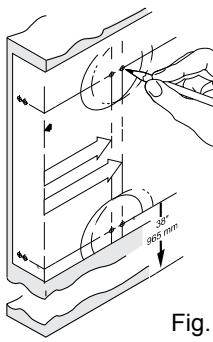
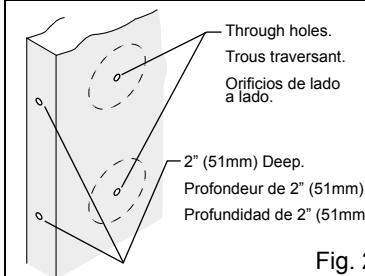

Fig. 1
Fig. 2
**A.** Follow steps 1 through 3 of template (see fig. 1). **B.** Drill 1/8" (3mm) diameter pilot holes where marked (see fig. 2). **C.** Drill the 2-1/8" (54mm) hole about halfway through door, then finish drilling from the other side to prevent splintering. **D.** Mark location for strike plate holes in door jamb, by closing door and pressing a 2" (51mm) common nail from inside 2-1/8" (54mm) hole through pilot hole until nail makes indentation in door jamb (see fig 3). **E.** Drill 1" (25mm) diameter holes in door edge and jamb. Drill the top hole in jamb a minimum of 1" (25mm) deep and the bottom hole 5/8" (16mm) deep. **F.** Trace face of latches in door edge and chisel out area 5/32" (4mm) deep. **G.** Center appropriate strike over holes in door jamb and trace outlines. Chisel out area 1/16" (1,6mm) deep for bottom strike and 5/64" (2mm) deep for top strike. Place strikes on jamb and mark screw hole centers. For top strike, drill 1/8" (3mm) diameter pilot screw holes a minimum of 1-1/2" (38mm) deep. For bottom strike, drill 3/32" (2mm) diameter pilot screw holes a minimum of 1/2" (13mm) deep. **H.** Continue by following steps of INSTALLATION INSTRUCTIONS on reverse side.
**A.** Suivre les étapes 1 à 3 du gabarit (voir figure 1). **B.** Percer des trous-pilotes de diamètre 1/8" (3mm) aux endroits marqués (voir figure 2). **C.** Percer le trou de 2-1/8" (54 mm) jusqu'au milieu de la porte environ, puis finir de percer à partir de l'autre côté afin d'éviter l'éclatement du bois. **D.** Marquer l'emplacement des trous de la gâche sur le chambranle de la porte en fermant la porte et en poussant un clou ordinaire de 2" (51mm) de l'intérieur du trou de 2-1/8" (54mm) par le trou-pilote jusqu'à ce que le clou fasse une marque sur le chambranle de la porte (voir figure 3). **E.** Percer les trous de diamètre 1" (25mm) dans le bord de la porte et le chambranle. Percer le trou supérieur dans le chambranle au moins 1" (25mm) de profond et le trou inférieur 5/8" (16mm) de profondeur. **F.** Tracer la face des verrous sur le bord de la porte et couper au ciseau sur une profondeur de 5/32" (4 mm). **G.** Centrer la gâche appropriée sur les trous dans le chambranle de la porte et tracer le pourtour. Mortaiser la surface tracée sur une profondeur de 1/16" (1,6mm) pour la gâche inférieure et 5/64" (2mm) pour la gâche supérieure. Placer les gâches sur le chambranle et marquer le centre des trou de vis. Percer des trous-pilotes de 1/8" (3mm) de diamètre sur une profondeur minimale de 1-1/2" (38mm) pour la gâche supérieure. Percer des trous-pilotes de 3/32" (2mm) de diamètre sur une profondeur de 1/2" (13mm) pour la gâche inférieure. **H.** Continuer en suivant les étapes des INSTRUCTIONS D'INSTALLATION au verso